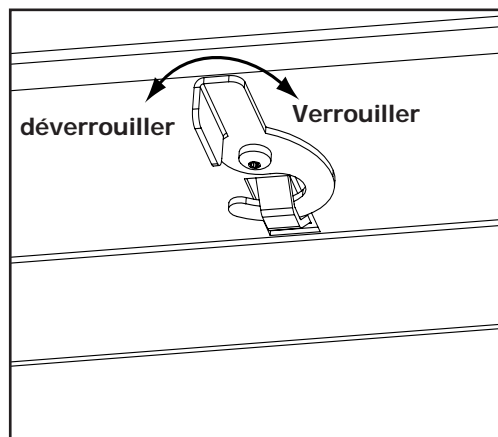
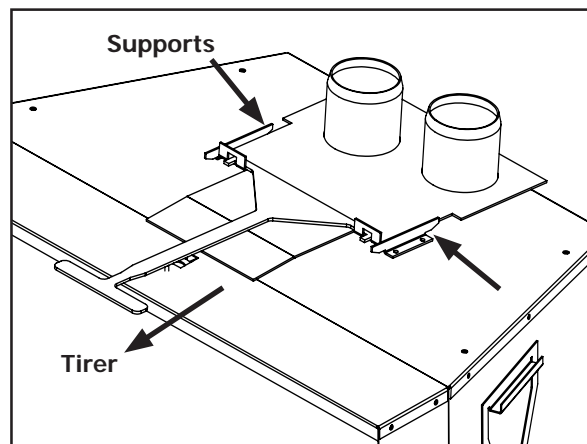

Figure 34: Loquet du collier
Figure 35: Outil de Collier
10. Si l'ouverture de l'unité est inférieure à 24" (610 mm), retirer le collier d'aération de la partie supérieure de l'unité en déverrouillant le crochet situé sur le centre haut de la poêle au-dessus de l'ouverture de porte (voir la Figure 34). Faites glisser la bague arrière de la plaque. Sécuriser correctement le collier d'aération au tuyau de ventilation flexible précédemment installé dans la cheminée. Faites attention à ne pas trop étirer les tuyaux.
11. Appliquer un cordon de pâte à joint ciment cuisinière la section supérieure des collier de tuyeau Ø3" (76mm). Faites glisser le Ø3" (76mm) au cours de l'évent flex sur le collier de serrage du tuyau et le fixer avec trois (3) vis à tête espacées uniformément.
12. Placer un cordon de silicone haute température sur le collier de l'admission d'une cheminée, faites glisser le Ø3" (76mm) d'admission sur le liner flex collier, fixer la gaine flexible avec trois (3) vis à tête espacées uniformément.
14. Lorsque vous poussez l'appareil dans sa position finale dans le foyer, si le collier d'évent a été retiré, replacer le sur la poêle en le tirant dans les supports sur le dessus avec l'outil fourni et le verrouiller en place (voir Figure 35).